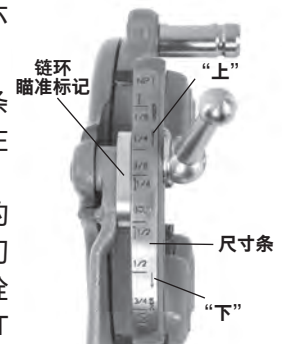

图 9 - 调整螺纹尺寸
3. 先将链环瞄准标记与尺寸条上所需的尺寸标记对齐。在单牙模头和螺栓牙模头上，将链环标记设置在尺寸条的线上。若使用通用牙模头切削螺栓螺纹，请将所有螺栓板牙设置在尺寸条的 BOLT (螺栓) 线上 (图 9)。